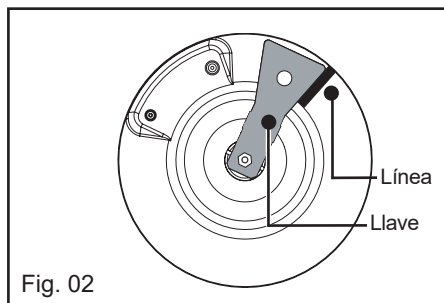

Fig. 02
- Con un lápiz, trace una línea en la placa en el lugar indicado (Fig. 02).